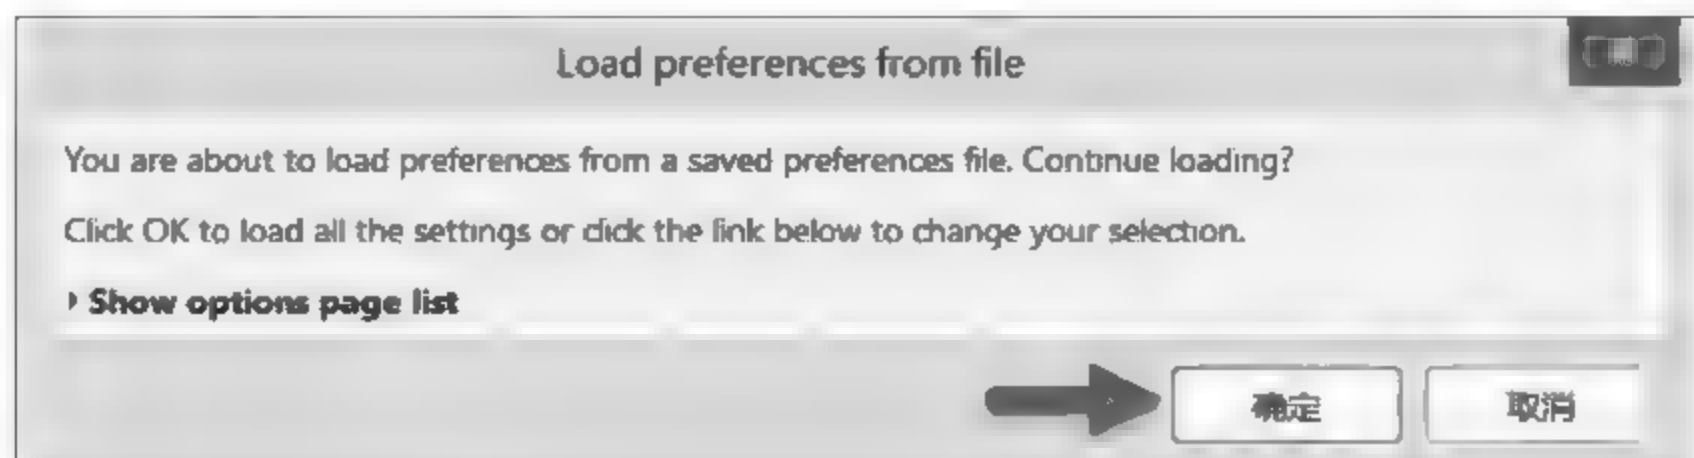

图 1-40 Load preferences from file 对话框
(3) 在弹出的 Load preferences from file 对话框中单击“确定”按钮,等待完成系统参数的导入,如图 1-40 所示。